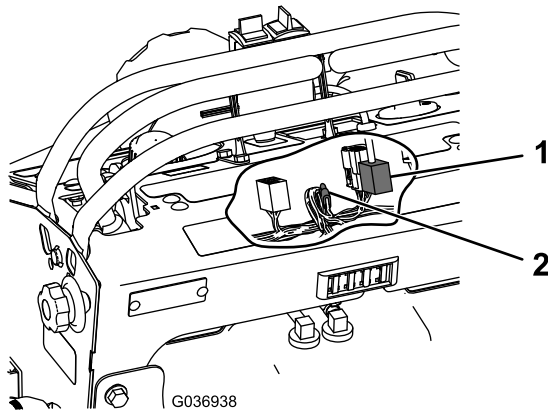

Bild 7
4. Verlegen Sie den Kabelbaum des BOSS-Hydraulikverteilers über den Kraftstofftank und schließen Sie diesen am Hilfsstromanschluss am Kabelbaum der Maschine an (Bild 7).
5. Schließen Sie den Kabelbaum des BOSS-Hydraulikverteilers am Anschluss des Steuergeräts an (Bild 7).